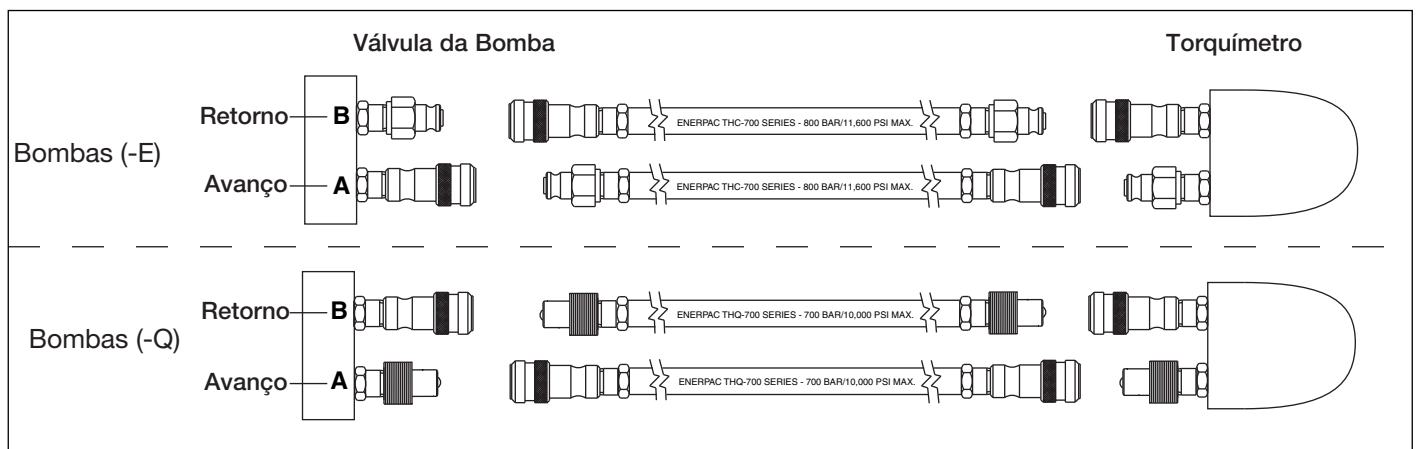

Figura 5, Detalhes da Mangueira
Faça as ligações das mangueiras, conforme descrito para a sua bomba dos tipos (-E) ou (-Q). Ver Figura 5.
2. Bomba tipo (-Q) é usada com torquímetros Enerpac S e W e outras marcas: use mangueiras Enerpac marcadas “THQ-700 series - 700 bar/10,000 psi max.” Os engates rápidos devem ser polarizados, conforme Figura 5 para operação correta do torquímetro. Certifique-se de que os engates rápidos estão totalmente engatados e apertados antes da operação. Acoplamento parcial do engate vai evitar o funcionamento adequado do torquímetro.